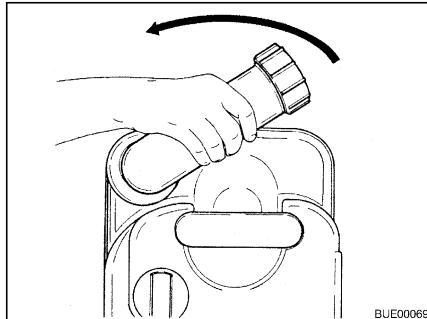

Fig. 293 Tourner la tubulure d'évacuation
- Tourner la tubulure d'évacuation vers le haut (Fig. 293).